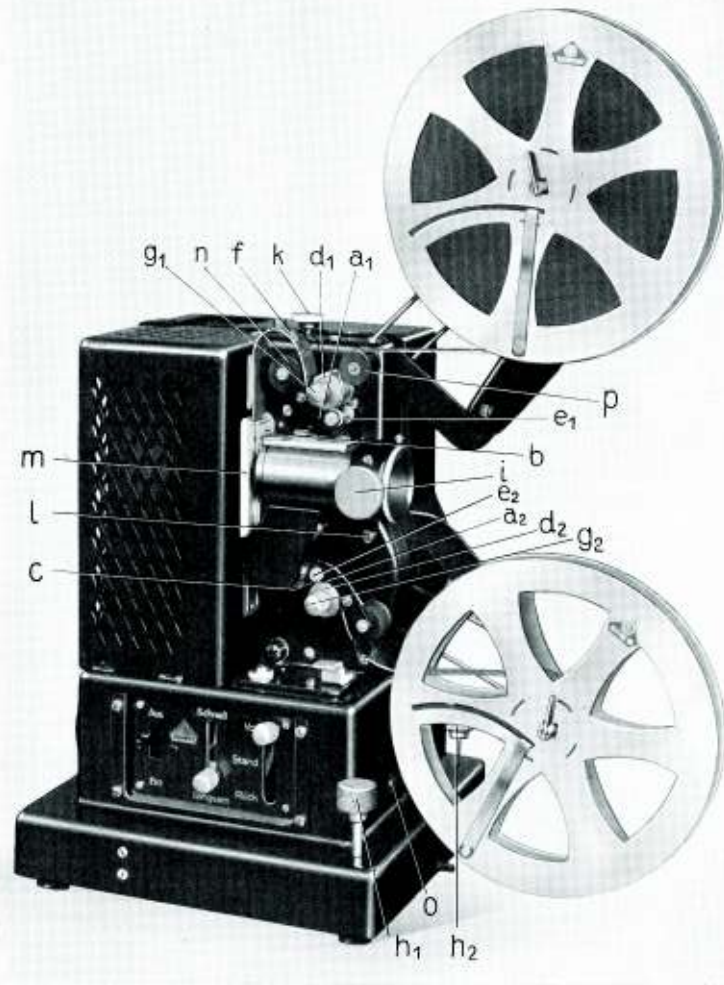
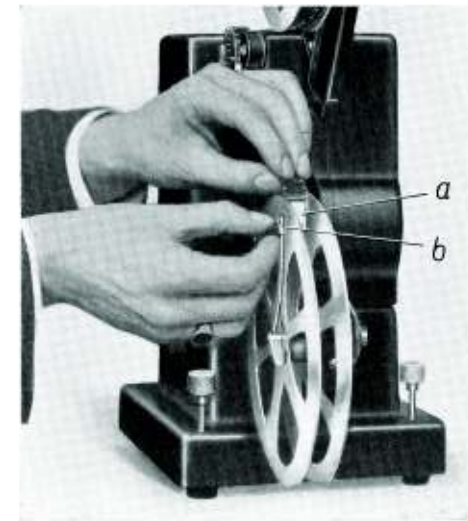

Bild 10. Projektor mit eingelegtem Film.
Bild 11. Einfädeln des Films in die Siemens-Spule.
Durch Verrücken des Projektors nach links oder rechts Bild seitlich, durch Drehen der Höheneinstellschrauben (h_1 , h_2 in Bild 10) in der Höhe ausrichten.
Spule mit Film auf Achse des oberen Spulenträgers stecken, wobei Schwenkarm (b in Bild 11) auf der Seite liegen muß, auf der sich umlegbare Zunge befindet. Zunge in der Richtung umlegen, daß sie Schwenkarm nicht behindert (Bild 10). Leerspule in gleicher Weise auf Achse des unteren Spulenträgers aufsetzen.
1. Andruckrollenhalter (a_1 , a_2 in Bild 10) von Zahntrommeln (d_1 , d_2) abdrücken bis zum Einrasten.
9. Schwenkarm (b in Bild 11) der unteren Filmspule nach außen schwenken und Ende des Filmbandes in federnde Klemme (a in Bild 11) einklemmen.
Fein: Drehen des Stellknopfes (i in Bild 10).
Die zwischen zwei aufeinanderfolgenden Filmbildern liegende Trennungslinie, der Bildstrich, durch Drehen an der Bildstrich-einstellschraube (k in Bild 10) aus der Bildfläche herausbringen. Bildstrich und Bildschärfe während der Vorführung beobachten und gegebenenfalls nachstellen.
2. Bildstrich einstellen, durch Drehen am unteren Zahntrommeltriebknopf (g_2 in Bild 10).
(zum Betrachten mehrerer aufeinanderfolgender Bilder). Wie bei Standbildprojektion, dann aber unteren Zahntrommeltriebknopf (g_2 in Bild 10) weiterdrehen:
Unterer Spulenträger: Auf Knopf (l in Bild 10) drücken, Spulenträger dabei halten, damit er nicht auf das Gehäuse prallt.